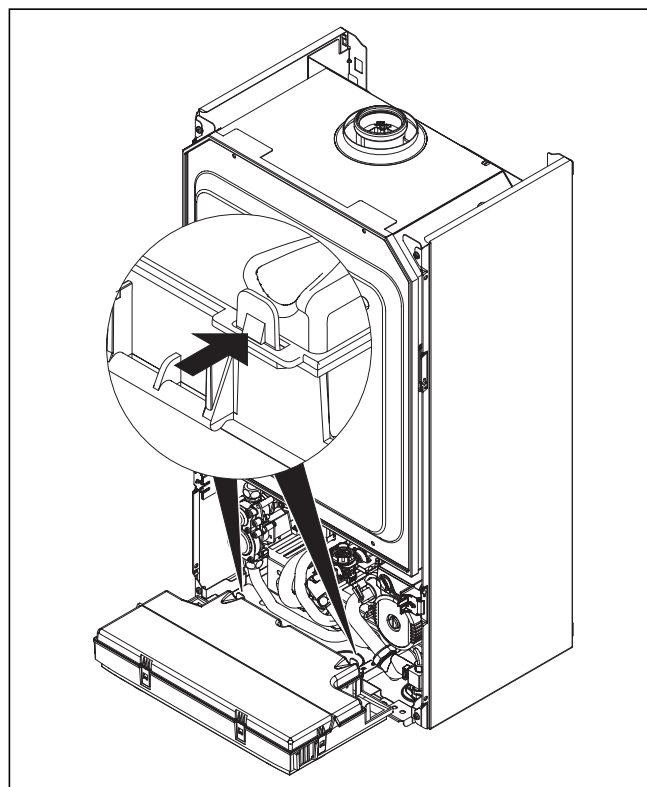

Рис. 5.7 Открывание задней стенки распределительной коробки
- Проложите сетевой кабель до уровня подключения системы в распределительной коробке, как изображено на рис. 5.7 и 5.8.
- Подсоедините сетевой провод к предусмотренным для него клеммам (⊕), N и L системы ProE (см. рис. 5.7 и 5.8).